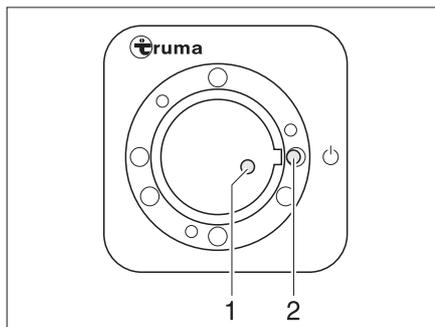
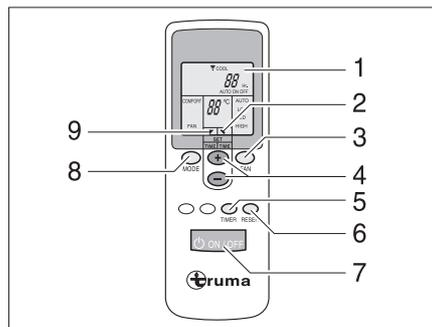

Bild 203 Empfänger
Bild 204 Fernbedienung
Die Fernbedienung (Bild 204) und der Empfänger (Bild 203) für die Klimaanlage befinden sich im Küchenbereich.
- Am Schalter (Bild 204,7) die Fernbedienung einschalten. Die grüne Kontrollleuchte (Bild 203,1) zeigt den Kühlbetrieb an.
- Die gewünschte Betriebsart mit der Taste (Bild 204,8) einstellen.
- Bei Bedarf mit den Tasten (Bild 204,3 und 4) die gewünschte Gebläseleistung und Raumtemperatur einstellen. Der Pfeil (Bild 204,9) zeigt den gewählten Einstellmodus an.
- ▷ Am Empfänger befindet sich ein zusätzlicher Tastschalter (Bild 203,2), mit dem die Klimaanlage auch ohne Fernbedienung aus- oder eingeschaltet werden kann. Wenn die Klimaanlage über diesen Tastschalter eingeschaltet wird, dann wird automatisch die zuletzt auf der Fernbedienung eingestellte Betriebsart gewählt.
- Zum Programmieren die Klimaanlage mit der Taste (Bild 204,7) auf der Fernbedienung einschalten.
- Mit den Tasten (Bild 204,8, 3 und 4) die gewünschte Betriebsart und Raumtemperatur einstellen.
- Mit der Taste (Bild 204,5) die gewünschte Funktion (Bild 204,1) auswählen:
- Mit den Tasten (Bild 204,4) die gewünschte Schaltzeit wählen (1 bis 15 Stunden). Der Pfeil (Bild 204,2) blinkt und zeigt den Einstellmodus an.
- ▷ Mit der Taste (Bild 204,6) werden die Einstellungen der Fernbedienung wiederholt an den Empfänger gesendet.